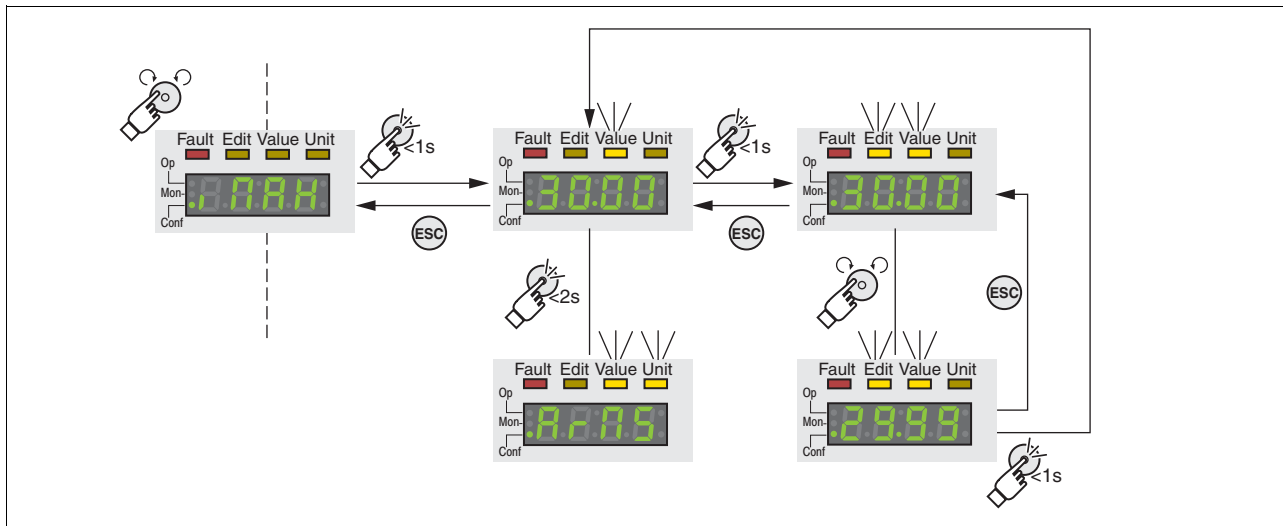

图 7.5 通过集成 HMI 设定参数示例
- 参数 **iMax** (iMax) 将在 7 段显示器上显示, 请参阅 图 7.5。